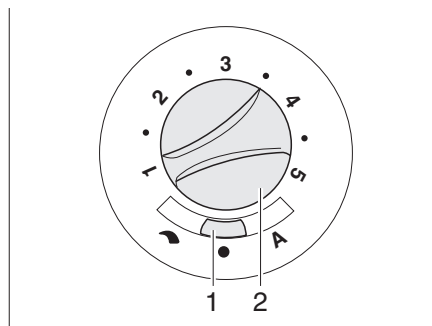

Bild 109 Reglage för cirkulationsfläkt (12 V)
- Ställ skjutreglaget (Bild 109,1) på "↶" (manuell reglering) eller "A" (automatisk drift).
- Om skjutreglaget (Bild 109,1) är inställt på "↶" (manuell reglering): Ställ in önskad effekt på cirkulationsfläkten med vredet (Bild 109,2).
- Ställ skjutreglage (Bild 109,1) på "●" (från). Under uppvärmning detta läge ingen funktion.